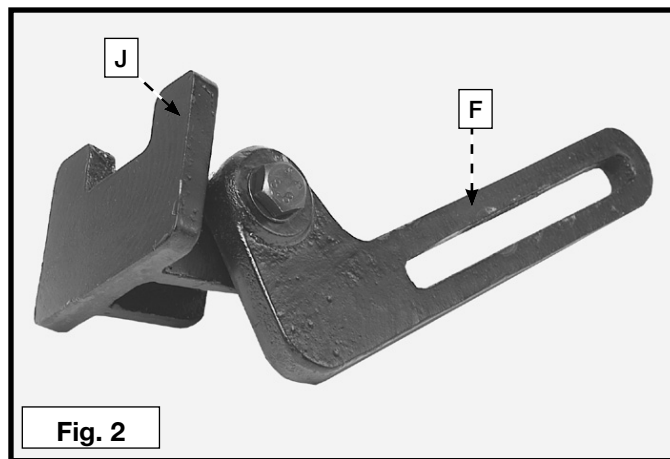

Fig. 2
1. Les bras du porte-outil (F) fig. 2, sont universels et peuvent se fixer d'un côté ou l'autre de la meuleuse. Insérer le porte-outil réglable (J) fig. 2, au côté gauche du bras du porte-outil (F) fig. 2, comme indiqué et le fixer avec un boulon (K) fig. 1, et une rondelle (P) fig. 1, comme indiqué. Insérer et fixer l'autre porte-outil au côté droit de l'autre bras du porte-outil suivant la même procédure. Ne pas serrer complètement la boulonnerie pour le moment.